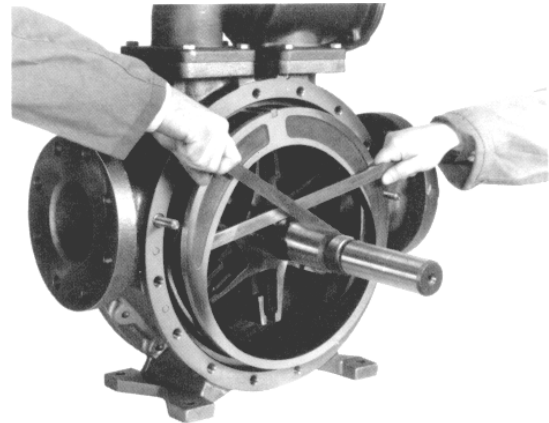

Figura 5 – Desmontaje de la camiseta
- a. Deslice el rodamiento (24) fuera de la cavidad correspondiente.
7. Retire los tornillos prisioneros del cabezal (21) y las tuercas de los pasadores del cabezal (21C). Para facilitar el desmontaje, se proporcionan dos orificios del tornillo de nivelación en el borde del cabezal.
8. Quite el cabezal (20 o 20A) de la carcasa (12), teniendo cuidado de no mellar ni raspar el eje.
9. El disco (71) se saldrá junto con el conjunto del cabezal, y está conectado con cuatro tornillos mecánicos embutidos de cabeza Allen (71A) y arandelas de seguridad (71B).
11. Desde el lado abierto de la bomba, sujete el rotor en las posiciones de las 3 y 9 horas, y extraiga delicadamente el rotor y el eje (13) del conjunto del cabezal que aún permanece en la carcasa. PRECAUCIÓN: Tenga cuidado para evitar lesiones: el rotor y el eje son pesados y pueden tener bordes cortantes.
13. Dependiendo de la aplicación de la bomba, la camiseta (41) puede desmontarse de dos maneras:
- a. Si el material de bombeo es un líquido limpio y no corrosivo, con baja viscosidad, la camiseta por lo general puede retirarse de la carcasa apalancando con dos barras. Inserte las puntas de las barras en las aberturas del puerto a ambos lados de la camiseta, y retire parcialmente la camiseta apalancando contra el rotor. Utilice un bloque debajo de la barra, contra el rotor, para quitar completamente la camiseta (consulte la figura 5).